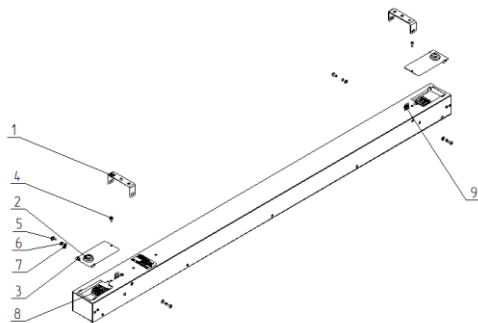

Рисунок 2. Монтаж на ровную поверхность
5.2. Для подвеса светильника на тросах, закрепить трос в отверстиях для подвеса (поз. 9, рис. 2).
- На ровной поверхности закрепить скобы (поз. 1, рис. 2), идущие в комплекте к светильнику, крепежом, обусловленным свойствами этой поверхности (в комплекте не поставляются) на расстоянии 940 мм.
- Открутить винт (поз. 4, рис. 2), снять крышку (поз. 2, рис. 2) (подключение можно осуществлять с любой стороны светильника).
- Завести сетевой провод (рекомендуемое сечение проводов не менее 0,5 мм²) через кабельный ввод в крышке (поз.2, рис. 2), закрепить сетевой провод в клеммной колодке (поз. 8, рис. 2) согласно маркировке, закрепить крышку (поз. 2, рис. 2).
- Закрепить светильник на скобах крепежом, который поставляется в комплекте со светильником (поз. 5, 6, 7, рис. 2).